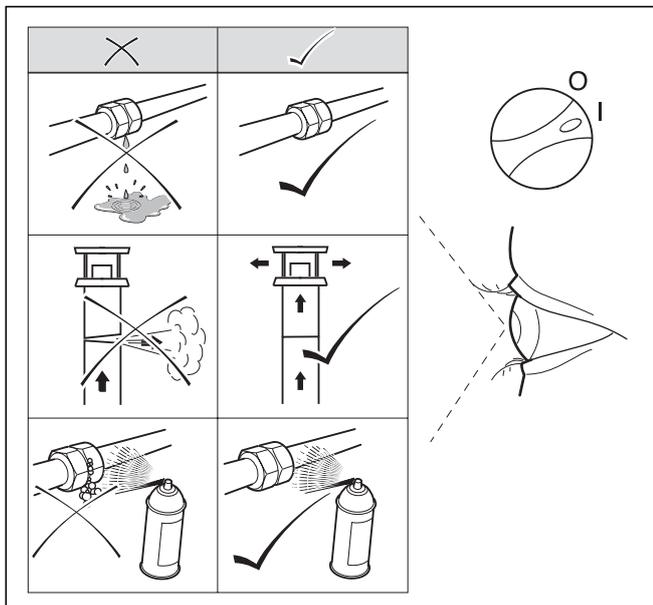

Fig. 6.6 Comprobar la función
- Comprobar la estanqueidad del tubo de suministro de gas, la instalación de calefacción y las tuberías de agua caliente (véase fig. 6.6).